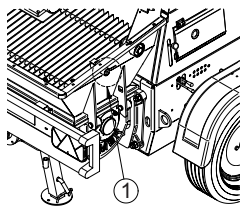

Fig. 1
Le tableau 1 contient les données techniques de la pompe pour chapes, en référence à la figure 1.
4.1 DESCRIPTION DE LA POMPE À BÉTON (voir Fig. 1)
- **L'ouverture de la grille de protection, située sur la trémie supérieure, doit bloquer le mouvement de l'agitateur de la trémie inférieure, de la vanne coudée et des pistons de pompage via le signal du capteur (Fig. 1 Rep. 1).**